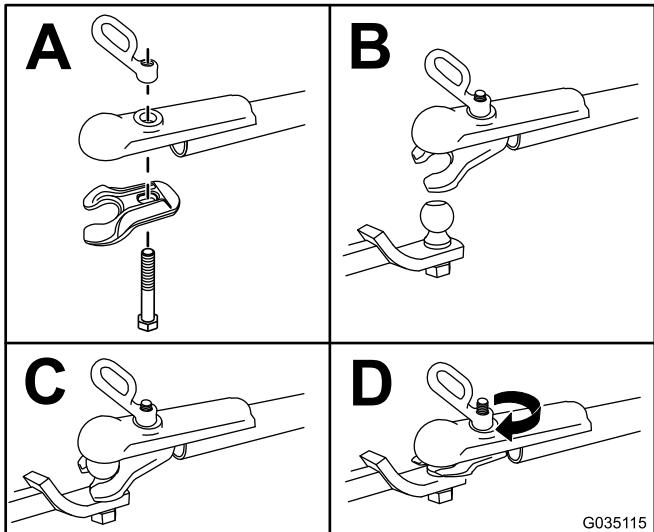

Figure 15
- Attelez la machine comme montré à la Figure 15.